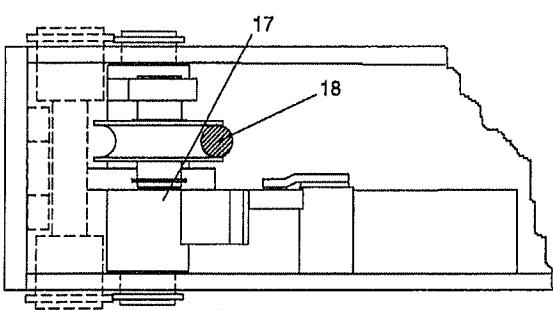

Рис. 45. Установка датчиков на подъемных тросах
Закройте панель управления, установите выключатель (IG) в положение «1», и выполните подъем до выхода клиньев безопасности (A-B-C-D); затем переведите выключатель в положение «0» и закройте их снова. Установите главный переключатель («IG» на Рис. 49) в положение «1», нажмите кнопку режима опускания (P2) и проверьте работу подъемника. Если подъемник не опускается, проверьте правильность установки четырех датчиков тросов (поз. 17, Рис. 45) и, если необходимо, отрегулируйте их вращением винта на рукоятке микровыключателя (поз. 36, Рис. 50).